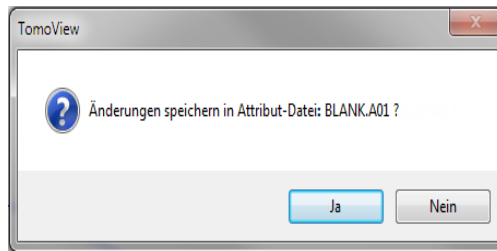

Abbildung 10-4 Meldung zum Speichern importierter PASS-Daten
3. In der eingblendeten Meldung (siehe Abbildung 10-4 auf Seite 470), klicken Sie auf **Ja**, um die importierten PASS-Daten in der Datei Blank.A01 zu speichern.